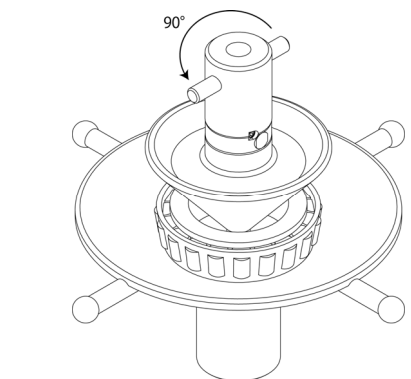

Fig.11
- 3) 所定の位置でシャフトのかみ合い部にツメを合わせて、ストッパーの位置まで左（反時計方向）に90°回転させてください。(Fig.11)